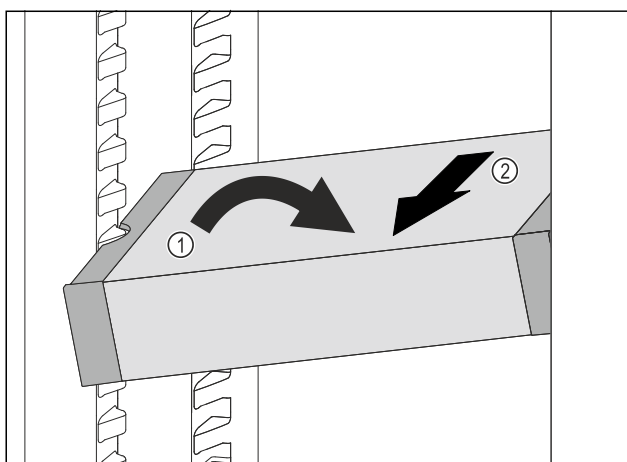

Fig. 88
- ▶ VarioSafe im Kühlteil schräg stellen. Fig. 88 (1)
- ▶ VarioSafe nach vorne entnehmen. Fig. 88 (2)